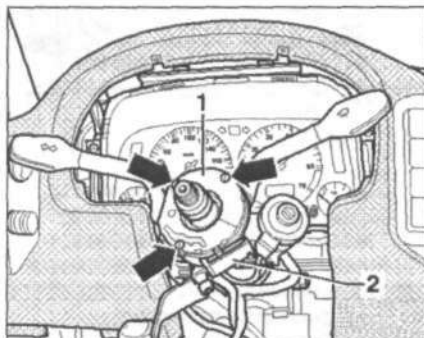

Рис. 13.38. Отсоедините разъем проводки 2 от выключателя на рулевой колонке. Выкрутите винты (стрелки) и снимите выключатель с рулевой колонки.
6. Отсоедините разъем проводки 2 от выключателя на рулевой колонке (рис. 13.38). Выкрутите винты (стрелки) и снимите выключатель с рулевой колонки.